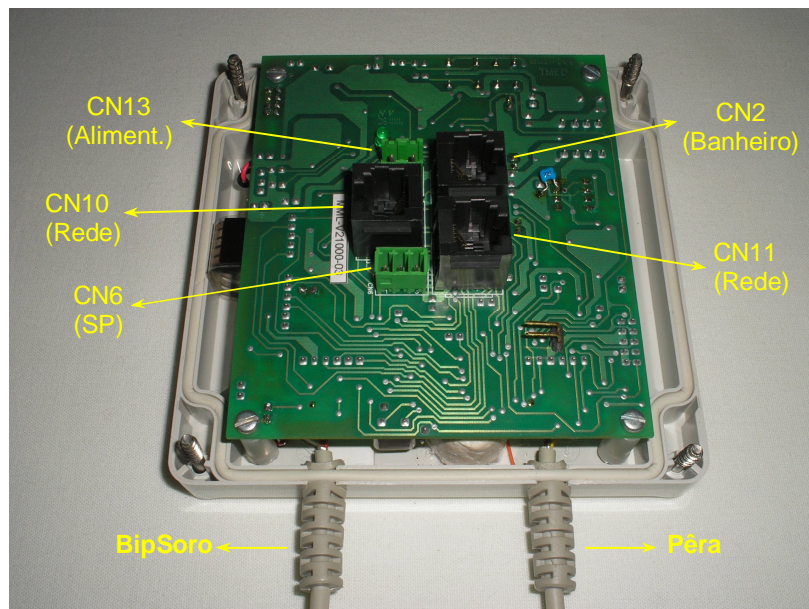

Figura 9 – Vista Interior
- e. Encaixe no conector CN2 (veja a **Figura 9** abaixo) o plug RJ-45 do cabo que vai para banheiro.
- j. Localize o conector e o borne “**CN6**” contido na placa de circuito impresso do MML (veja a **Figura 9**, abaixo) e verifique que seus terminais são numerados de **1 a 3**. Use uma chave de fenda de 1/8” x 3” para conectar os condutores do cabo vindo do sinalizador de porta aos terminais do borne “**CN6**” mantendo a mesma pinagem mostrada na **Tabela 1** acima.
- d. Encaixe no conector CN2 (veja a **Figura 9** abaixo) o plug RJ-45 do cabo que vai para banheiro.
- i. Localize o conector e o borne “**CN6**” contido na placa de circuito impresso do MML (veja a **Figura 9** abaixo) e verifique que seus terminais são numerados de 1 a 3. Use uma chave de fenda de 1/8” x 3” para conectar os condutores do cabo vindo do sinalizador de porta aos terminais do borne “**CN6**” mantendo a mesma pinagem mostrada na **Tabela 1** acima.